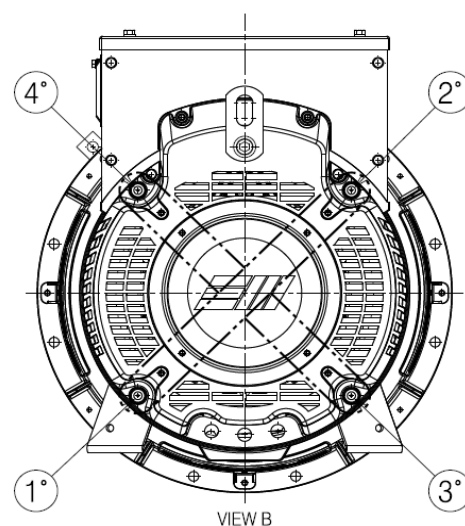

Figure 6-5
9. Serrer les écrous selon le schéma en croix (voir Fig. 6-5 et 6-6 séquence de serrage) avec une augmentation progressive du couple de serrage: